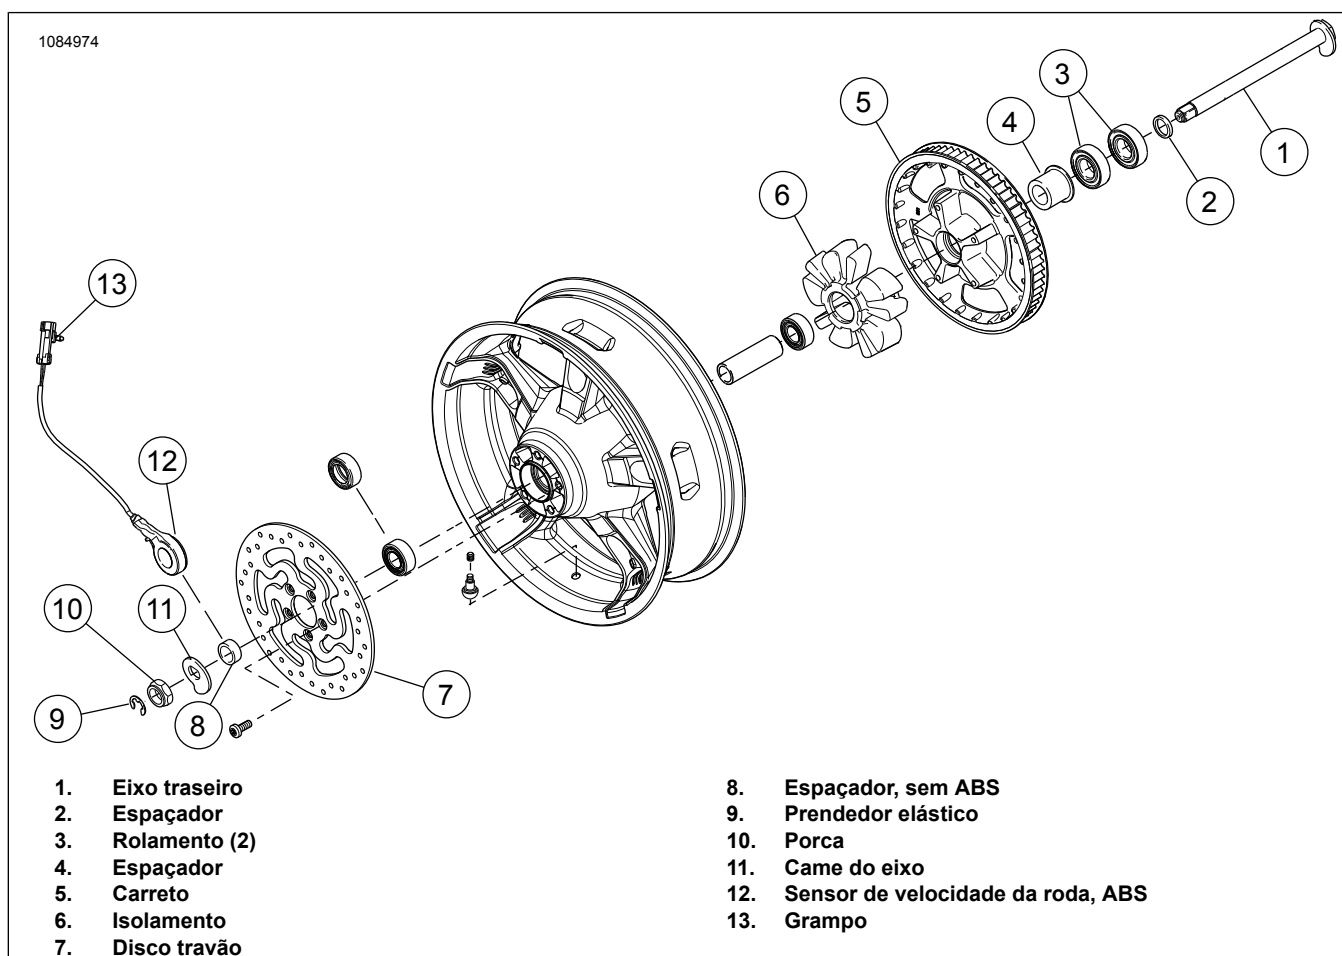

Figura 2. Peças da Roda Traseira para Reutilização
3. Ver a Figura 2. Retire e desmonte o conjunto da roda traseira existente. As peças indicadas são necessárias para a remontagem. Veja o manual de serviço.